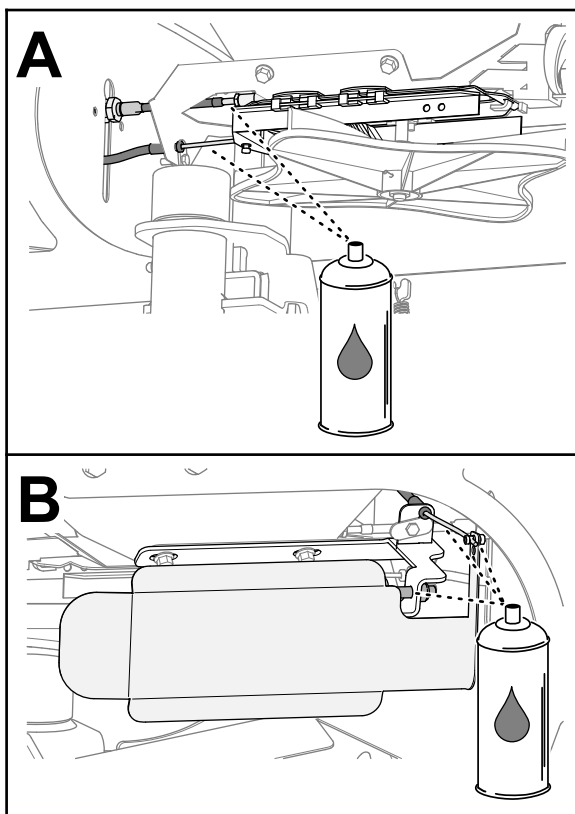

Figure 51
1. Appliquez du lubrifiant hydrofuge sur les câbles de commande et les points de pivotement, comme montré à la Figure 51.